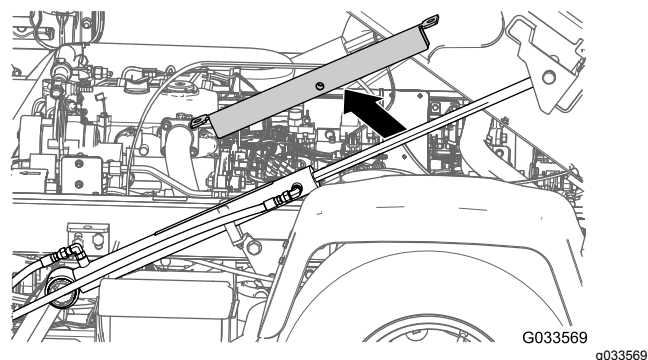
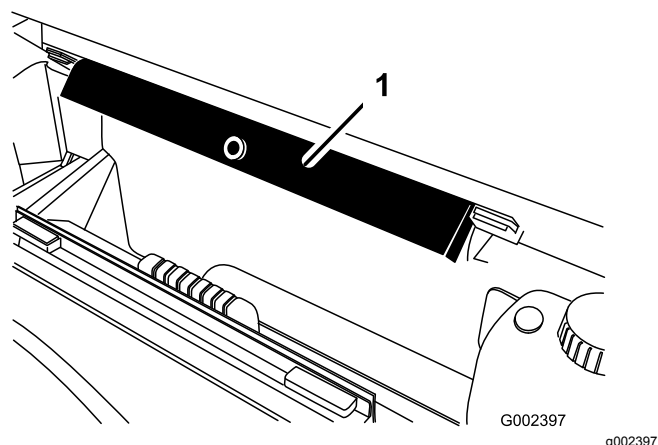

Bild 34
Bild 35
2. Entfernen Sie die Ladepritschenstütze von dem Hubzylinder und lagern Sie die Stütze in den Lagerungshalterungen an der Rückseite der Überrollschutzplatte (**Bild 34** und **Bild 35**).